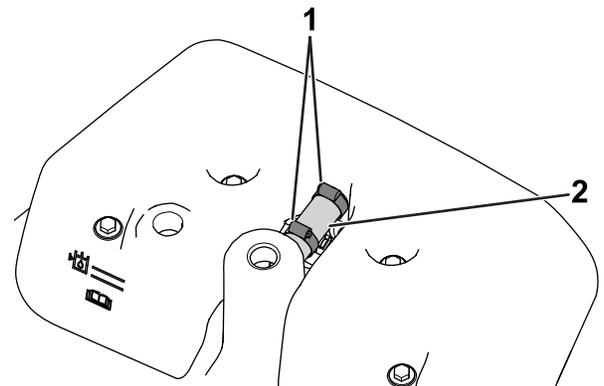

Figura 3
- Se la macchina è provvista di un flessibile di troppopieno, allentate le fascette stringitubo e rimuovete il flessibile di troppopieno (Figura 3).
15. Usate 2 fascette stringitubo per fissare il flessibile di troppopieno al serbatoio del rivelatore di perdite e al serbatoio idraulico (Figura 3).